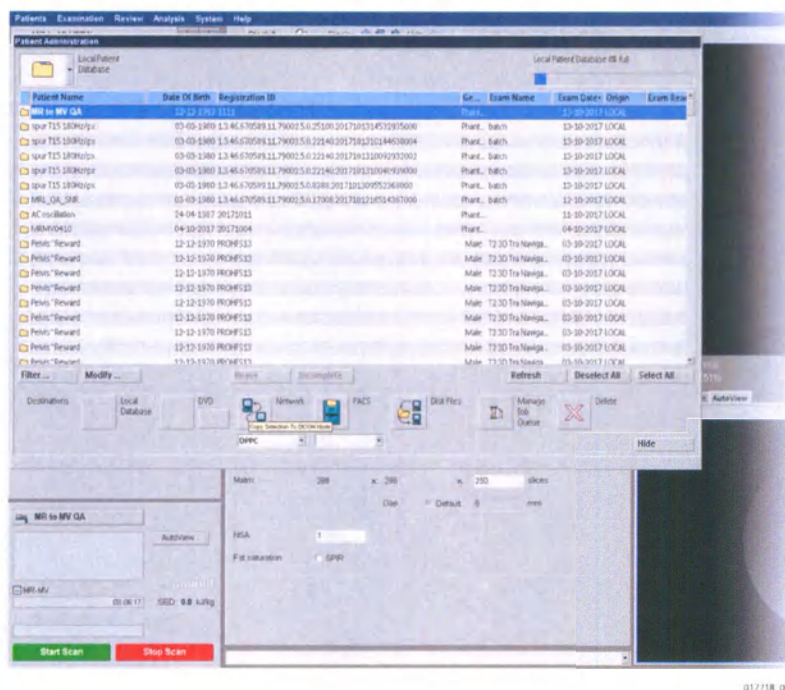

Рис. 7.45 Выбранная запись пациента **MR to MV QA** (MP-MB КК)
- b Дважды щелкните по записи пациента **MR to MV QA** (MP-MB КК) (см. Рис. 7.45).